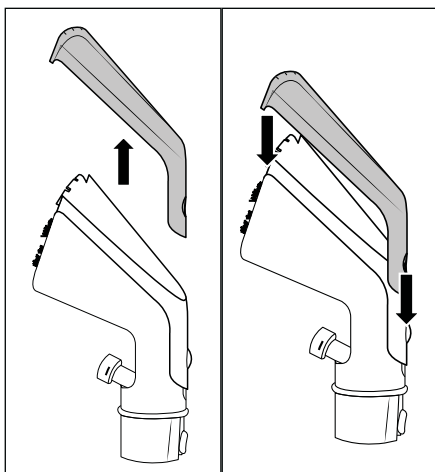
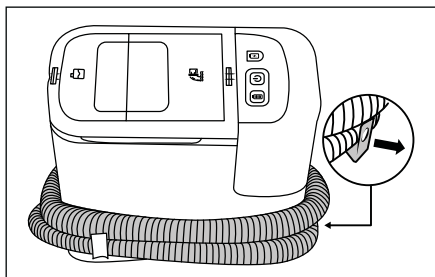

Bild 9
Bild 10
- ♦ Tryck på låsknappen **24** för att lossa rengöringsenhetens kåpa **23** från textil- och möbelmunstycket **22** och dra av kåpan **23** (se bild 9).
- ♦ Sätt tillbaka rengöringsenhetens kåpa **23** på textil- och möbelmunstycket **22**. För kåpan nedåt tills låsknappen **24** snäpper fast i textil- och möbelmunstycket **22** (se bild 9).
- ❗ **Observera:** (1) Töm vattentanken **2**  om du inte ska använda produkten på länge. (2) Produkten ska vara ren när den ställs undan. Följ beskrivningen i kapitel 7. **Rengöring och skötsel**.
- ♦ Dra ut slanghållaren **15** ur produkten. Lägg spray-/sugslangen **19** runt produkten med hjälp av slanghållarna **15/16** (se bild 10).